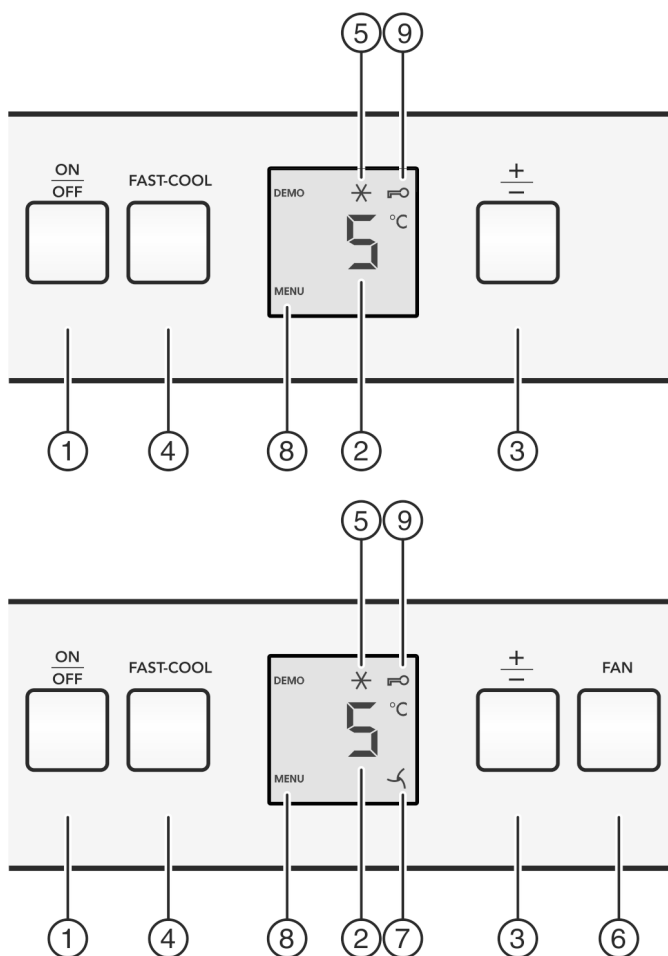

Fig. 2
- ▶ Aan/uit-toets *Fig. 2 (1)* indrukken.
- ▶ Toets Fast-Cool *Fig. 2 (4)* ca. 5 seconden indrukken.
- ▷ Op de display wordt het symbool Menu *Fig. 2 (8)* weergegeven.
- ▶ Met de toets Fast-Cool *Fig. 2 (4)* kort bevestigen.
- ▷ Het symbool Kinderbeveiliging *Fig. 2 (9)* op de display gaat branden.
- ▶ De toets On/Off *Fig. 2 (1)* kort indrukken.
- ▶ Temperatuurfunctie oproepen: Druk de insteltoets „+/-” *Fig. 2 (3)* in.
- ▶ Temperatuur in 1 °C stappen wijzigen: Druk de insteltoets „+/-” *Fig. 2 (3)* net zo vaak in, totdat de gewenste temperatuur op het temperatuurdisplay oplicht.
- ▶ Toets Fast-Freeze *Fig. 2 (4)* kort indrukken.
- ▷ Het symbool Fast-Cool *Fig. 2 (5)* brandt op het display.
- ▶ Toets Fast-Freeze Fig. 2 (4) kort indrukken.
- ▷ Het symbool Fast-Cool Fig. 2 (5) op het display gaat uit.
- ▶ Toets Fan Fig. 2 (6) kort indrukken.
- ▷ Het symbool Fan Fig. 2 (7) brandt.
- ▷ Het symbool Fan Fig. 2 (7) gaat uit.